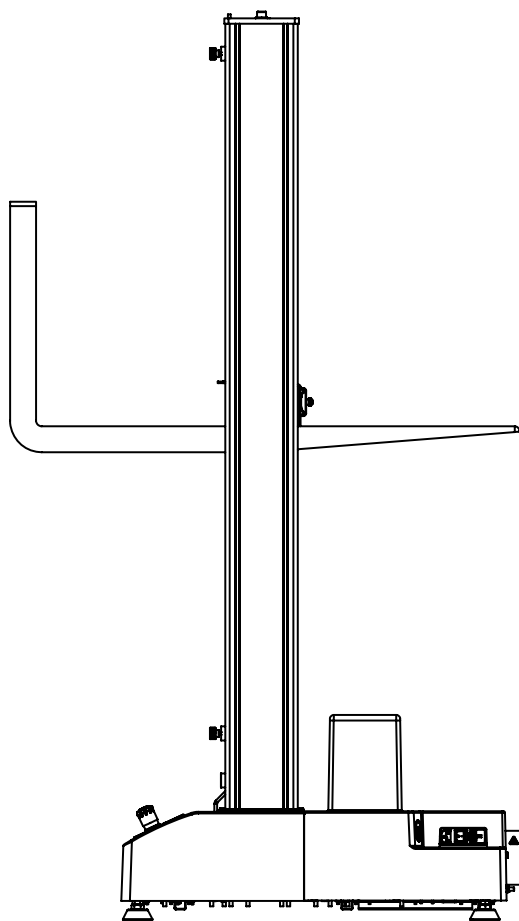

Figura 10. Sollevamento del telaio dalla traversa
2. Usando un carrello elevatore a forche imbottite o con un materiale di protezione intorno alla traversa, inserire con cautela le forche sotto la traversa, tra le colonne. Vedere Figura 10 a pagina 60.